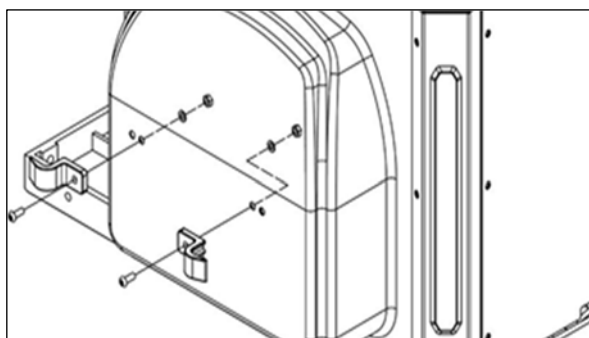

Рисунок 9.
- Вставьте болт в держатель и прикрепите держатель к левой стороне корпуса станка (рис. 9).